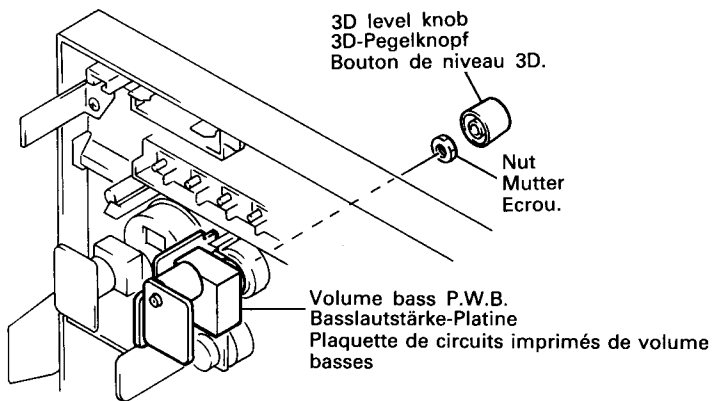

Fig. 12 Abb. 12
13. Potentiometer-Platine 2 (Abb. 12)
13. Plaquette de circuits imprimés de volume 2 (Fig. 12)